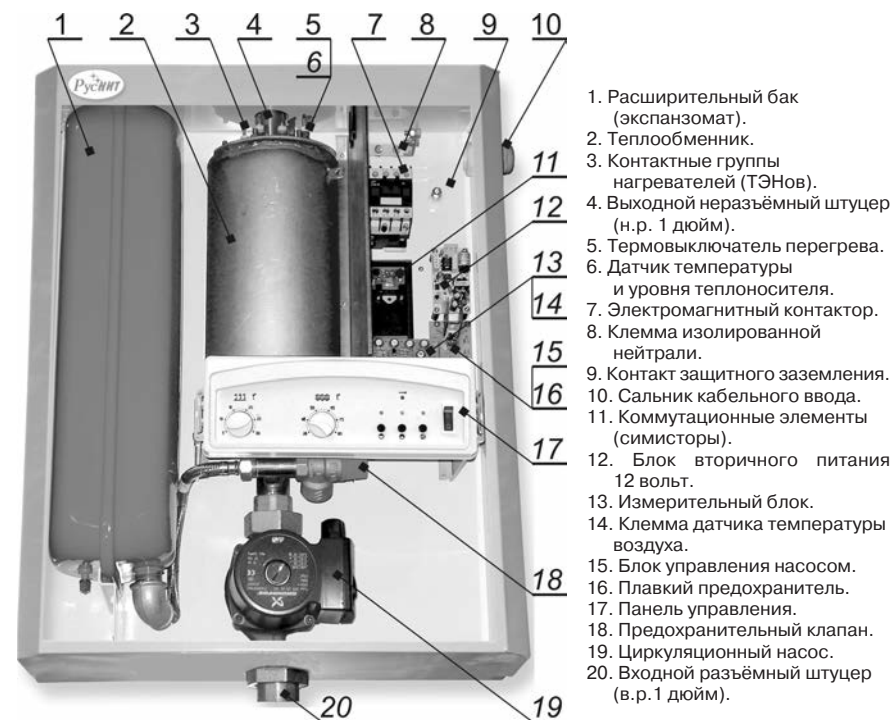

Рис.1. Состав отопителя.
5.1. Основные части отопителя (рис. 1):
- теплообменник (2) (бак);
- элементы силовой коммутации — симисторы (11) и контактор (7);
- экспанзомат (1);
- предохранительный клапан (18);
- циркуляционный насос (19).